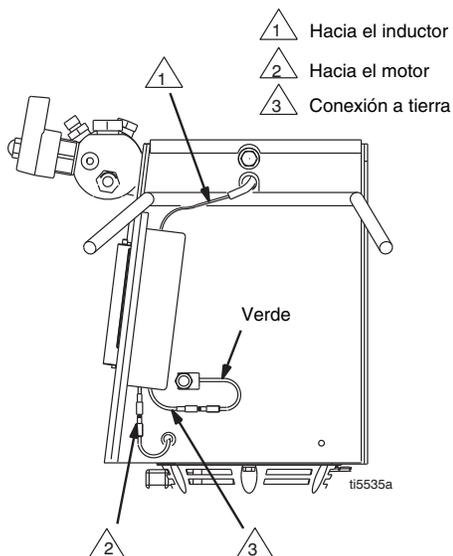

FIG. 11
2. FIG. 11. Desconecte todos los cables necesarios.
3. FIG. 11. Conecte todos los cables necesarios.
2. FIG. 11. Introduzca el pasador (8) en el orificio e introduzca el muelle de retención en la ranura hasta que rodee completamente la biela.